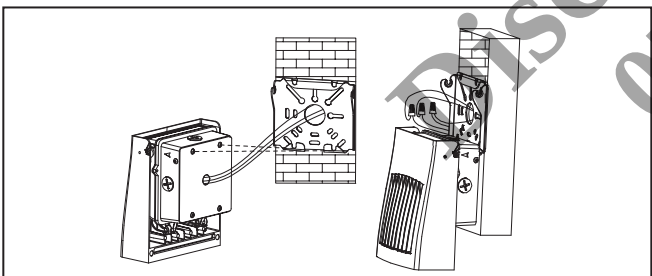

Figure 8.
10. À l'aide des 2 vis de suspension arrière supérieures du luminaire, accrochez temporairement le luminaire sur les crochets inférieurs de la plaque de montage pour effectuer en toute sécurité les connexions électriques appropriées en suivant le schéma de câblage. Utilisez des connecteurs électriques. Rentez soigneusement tous les fils et les connecteurs dans la boîte de connexion. (Figures 8 et 9)